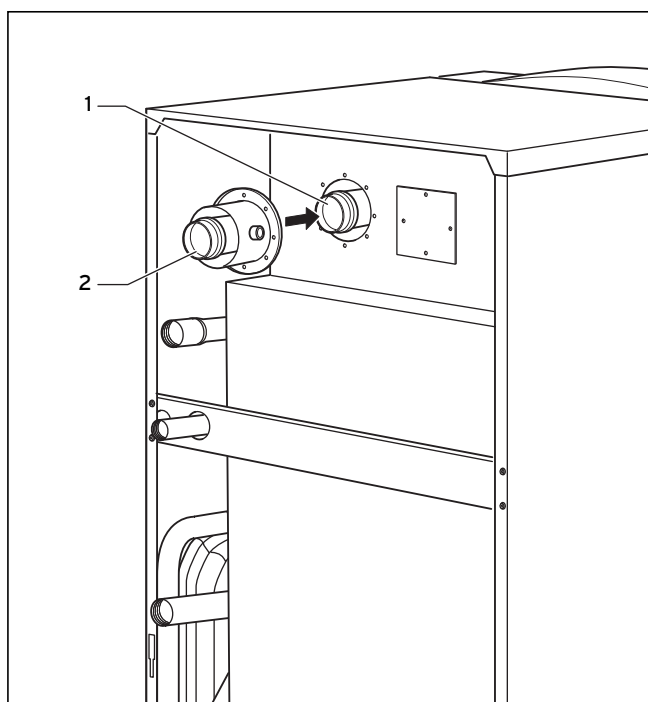

Рис. 4.3 Подсоединение системы выпуска отработанных газов
- Соедините котел и воздухопровод/газоотвод посредством переходника, как представлено на рис. 4.3.